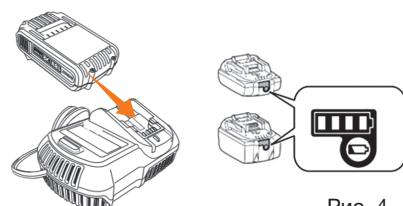

Рис. 4
- Вставьте вилку зарядного устройства ③ в розетку электрической сети 230В. Индикатор на зарядном устройстве загорится зеленым светом (Рис. 4).
- Подключите аккумулятор ② к зарядному устройству ①. Индикатор на зарядном устройстве загорится красным светом, и начнется процесс зарядки (Рис. 4).
- После завершения зарядки индикатор на зарядном устройстве ① изменит свет с красного на зеленый. Извлеките аккумулятор ② из зарядного устройства ①, а затем извлеките вилку зарядного устройства ③ из розетки.